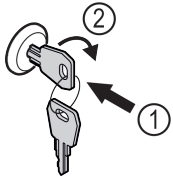

Fig. 52
- ▶ Schlüssel hineindrücken Fig. 52 (1).
- ▶ Schlüssel um 90° im Uhrzeigersinn drehen Fig. 52 (2).